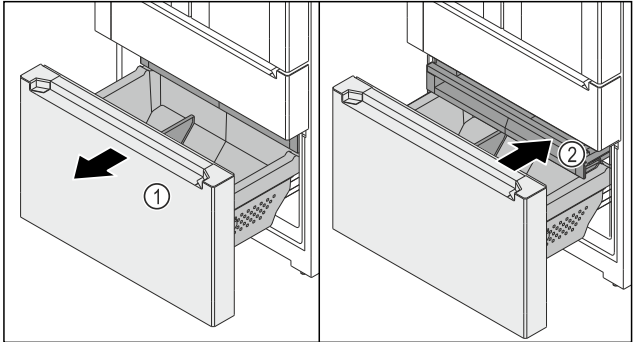

Fig. 152
- ▶ 将拉出式滑架 Fig. 152 (1) 拉出至止挡。
- ▶ 抽屉 Fig. 152 (2) 被自动拉出。
- ▶ 推入抽屉 Fig. 152 (2)。